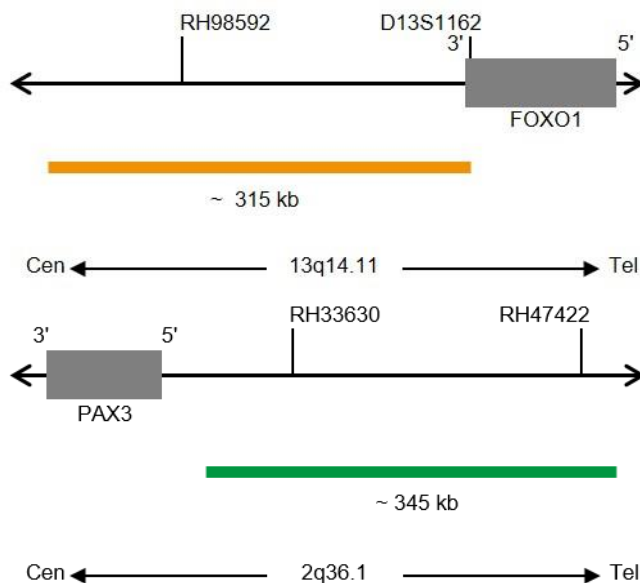

Fig. 1: Arriba: SPEC FOXO1 Mapa de la sonda; abajo: SPEC PAX3 Mapa de la sonda (no está a escala)
- Polinucleótidos marcados en naranja (excitación a 547 nm/emisión a 572 nm) ZyOrange (~4,5 ng/μl), dirigidos a secuencias localizadas en 13q14.11* (chr13:40,816,168-41,132,595) proximales a la región del punto de ruptura de FOXO1 (ver Fig. 1).
- Polinucleótidos marcados en verde (excitación a 503 nm/emisión a 528 nm) ZyGreen (~10 ng/μl), dirigidos a secuencias localizadas en 2q36.1* (chr2:223,196,078-223,539,352) distales a la región del punto de ruptura de PAX3 (ver Fig. 1).